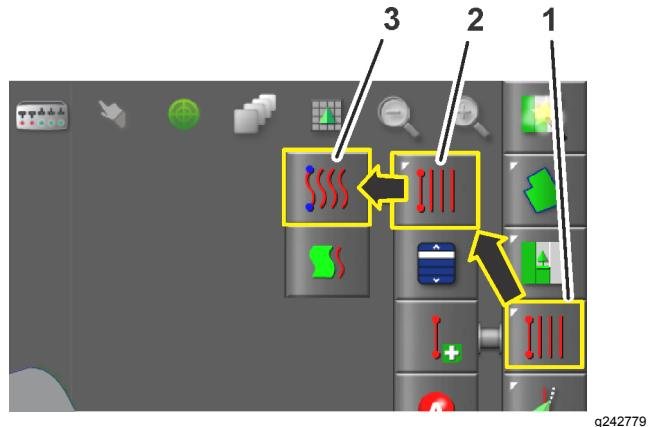

Figura 14
1. Cambie el tipo de línea de guía a una línea de guía curva (Figura 14).